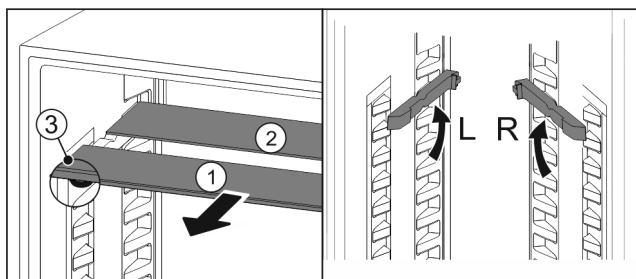

Fig. 57
- ▶ Dra ut Fig. 57 (1) glashyllorna framåt en i taget.
- ▷ Glashyllan Fig. 57 (1) med dekorlistan ligger längst fram.
- ▷ Stoppklackarna Fig. 57 (3) är vända nedåt.